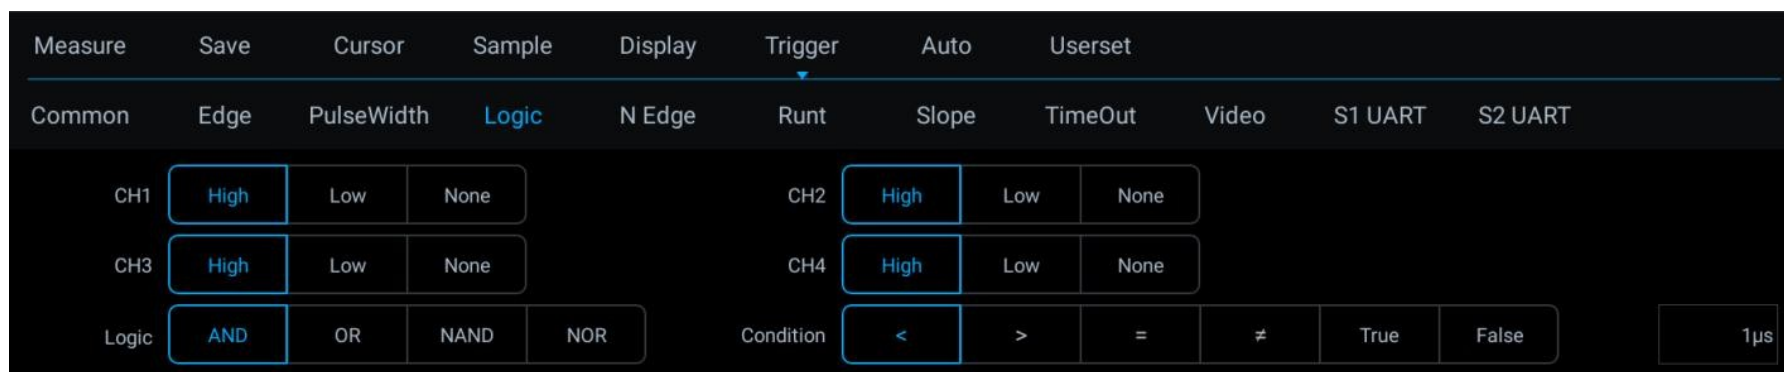

Abbildung 6-21 Menü „Logik-Trigger-Einstellungen“
1) Tippen Sie im Hauptmenü auf „Trigger“, um das Trigger-Menü zu öffnen, wählen Sie unter „Trigger-Typ“ den logischen Trigger aus und stellen Sie den logischen Trigger wie in Abbildung 6-21 gezeigt wie folgt ein: